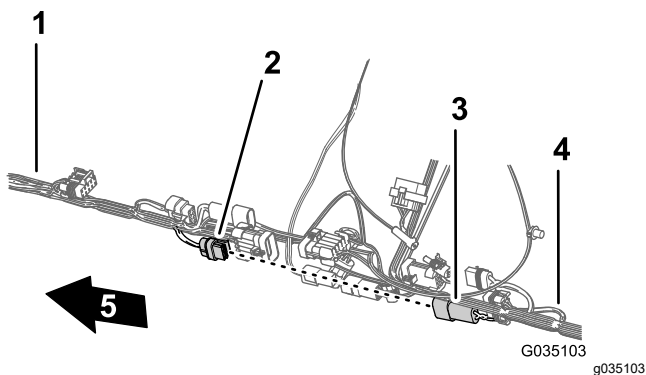

Figura 89
4. Conecte el conector de 2 pines de la bomba de enjuague del arnés delantero al conector hembra de 2 vías de la bomba de enjuague del arnés trasero (Figura 89).